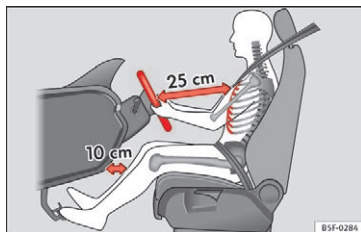

Fig. 91 Korrekt afstand mellem fører og rat
- Indstil rattet, så afstanden mellem rattet og førerens brystkasse er mindst 25 cm » Fig. 91.
- Indstil førersædet, så der mindst er 25 cm mellem brystkassen og rattets midte » Fig. 91. Hvis du sidder tættere på end 25 cm, beskytter airbagsystemet ikke optimalt.